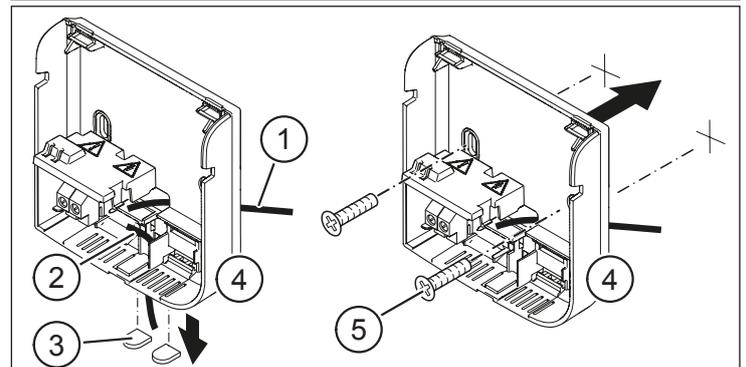

Abb. 3: Netzkabel einführen und Gehäuse an der Wand befestigen
- ▶ Führen Sie das Netzkabel von hinten (Pos. 1 in Abb. 3) oder von unten (Pos. 2 in Abb. 3) in das Gehäuse (Pos. 4 in Abb. 3) ein. Brechen Sie dazu ggf. die Plastikeinsätze (Pos. 3 in Abb. 3) am unteren Kabeleinlass heraus.
- ▶ Befestigen Sie das Gehäuse mit den mitgelieferten Schrauben und Dübeln (Pos. 5 in Abb. 3) an der gewünschten Stelle.
- ▶ Schwenken Sie den Deckel nach unten, bis er hörbar am Gehäuse einrastet (siehe Abb. 3).